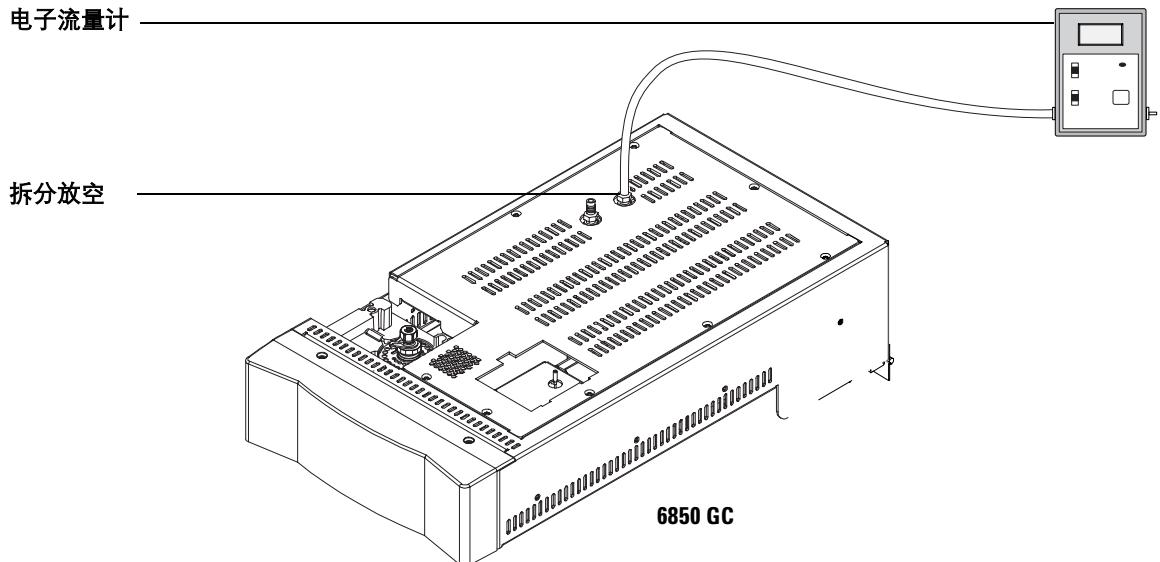

图 18 测量分流放空口流速
- 4 将电子流量计连接到 GC 分流放空口。打开顶空载气流，直到出分流放空口的流速等于柱中所需的流速为止。分流比为 1:1。此流速等于柱流速。请参见 图 18。卸下流量计。